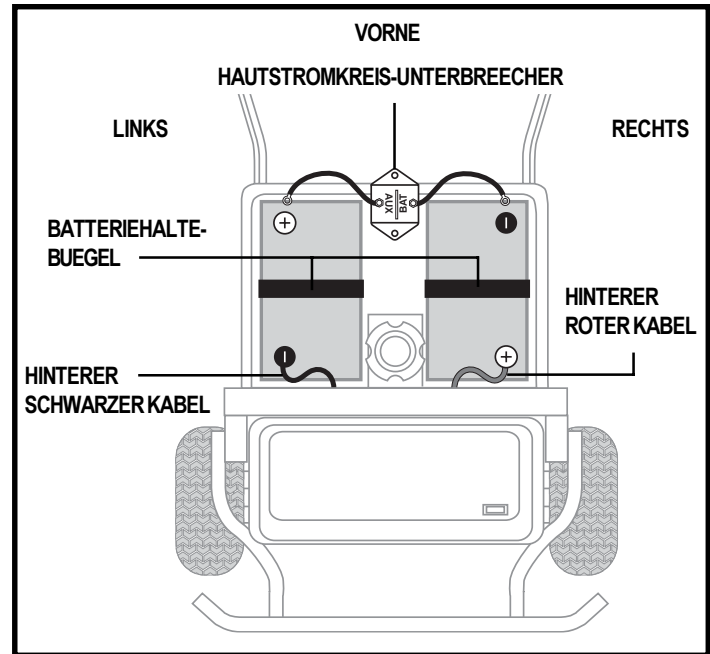

Abb. 9. Batterienwechsel
5. Die Batterien in die Mulden stellen. Sichern, dass die positive (+) Anschlussklemme an der linken Seite und die negative (-) Anschlussklemme an der rechten Seite nach Vorne zeigen. Siehe Abb. 9.